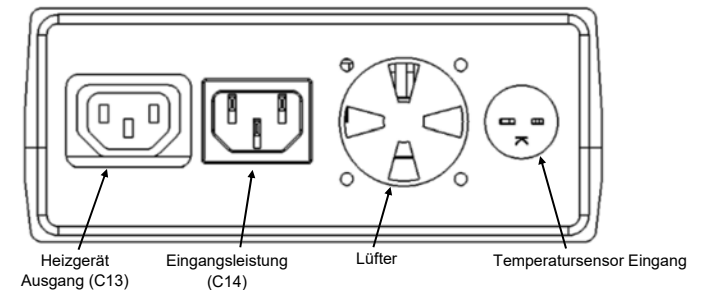

Abbildung 1
3. Das Netzkabel an die Netzanschlussbuchse des Reglers anschließen (siehe Abbildung 1).
8. Das Netzkabel des Heizgeräts an die Netzanschlussbuchse des Heizgeräts anschließen (siehe Abbildung 1).